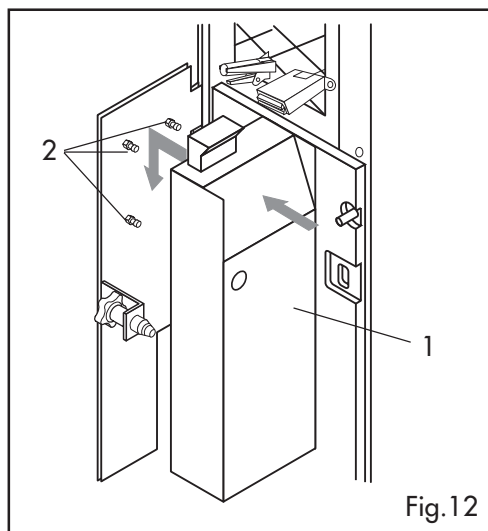

Fig.12
- Bevestig de geldautomaat ref. 1 (fig. 12) op de betreffende plaat waarbij u de automaat aan de drie penen ref. 2 (fig. 12) die reeds op de plaat aanwezig zijn vast moet haken.